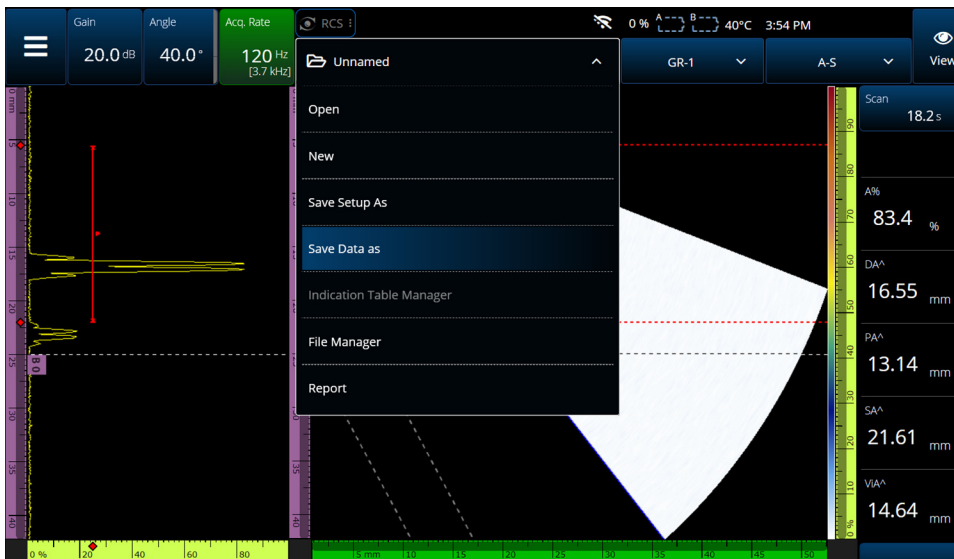

図 6-1 File（ファイル）メニュー
探傷の設定とデータはファイルを使用して保存および整理し、レポートにまとめます。☰ File（ファイル）メニューを使用すると、各種のファイルパラメーター、Report（レポート）ツール、File Manager（ファイルマネージャ）にアクセスできます（211ページの図 6-1）。
- 設定ファイルを保存するには、**File (ファイル)** メニューで **Save Setup As (設定ファイル保存)** を選択します (211 ページの図 6-1)。
- ファイルを開くには、**File (ファイル)** メニューで **Open (開く)** を選択し (211 ページの図 6-1)、ファイルが置かれているディレクトリを選択します。ファイルタイプを選択して、設定ファイルまたはデータファイルを開くことができます。**Filter (フィルター)** アイコンを使用してファイルをアルファベット順や日付順にしたり、選択したファイルをプレビューしたりすることもできます (213 ページの図 6-2)。